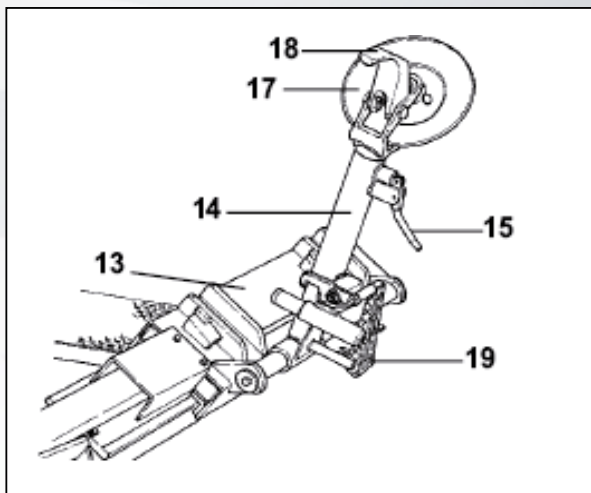

Рисунок 8
- Рычаг 15 (рис.8), который позволяет переводить кронштейн снимающего рычага покрышки 14 (рис.8) из рабочего в не рабочее положение и обратно.
- Ручка 19 (рис.8), которая позволяет использовать либо отжимной ролик 17 (рис.8), либо снимающий рычаг 18 (рис.8).